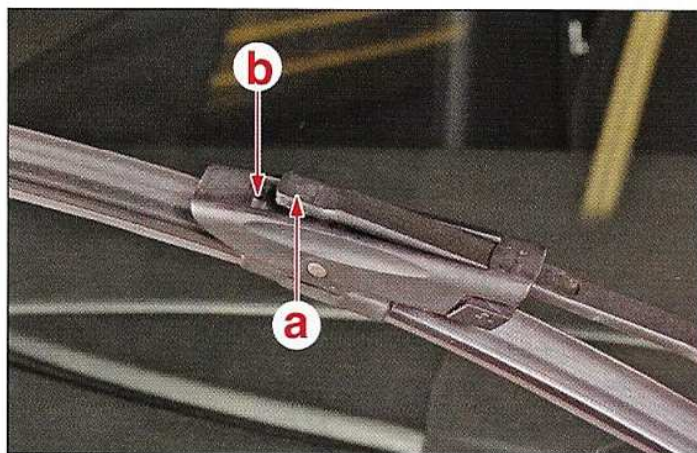

FIG.2
- Positionner l'extrémité du bras d'essuie-glace (a) dans l'orifice (b) du balai d'essuie-glace (Fig.2).